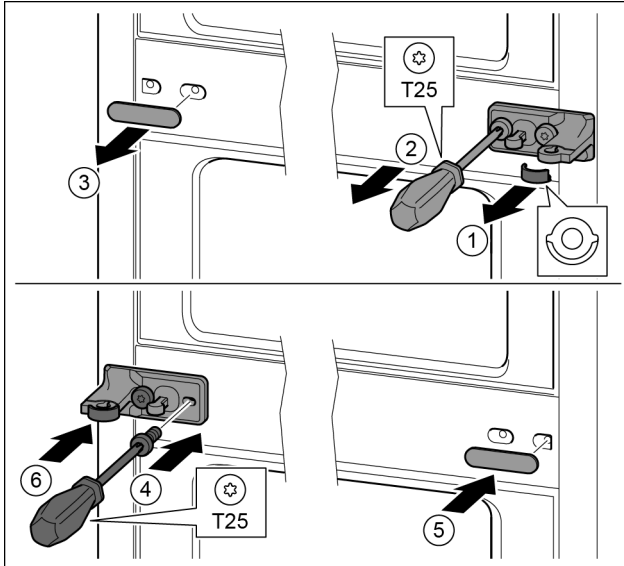

Fig. 34
- ▶ Vytiahnite podložku. Fig. 34 (1)
- ▶ Skrutkovačom T25 vyskrutkujte skrutky. Fig. 34 (2)
- ▶ Opatrne vytiahnite kryt. Fig. 34 (3)
- ▶ Ložiskovú konzolu s fóliou priskrutkujte otočenú o 180° na druhú stranu. Fig. 34 (4)
- ▶ Kryt pripevnite otočený o 180° na druhú stranu. Fig. 34 (5)
- ▶ Podložku nasuňte spredu. Fig. 34 (6)